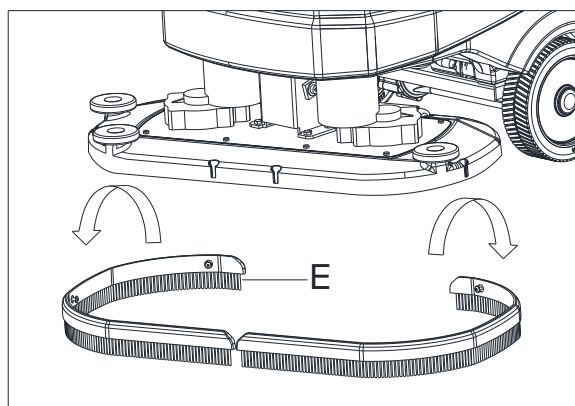

Рис. 19
2. Снимите защиту от брызг (Е, Рис. 19) и очистите его. (только для дисковой машины)